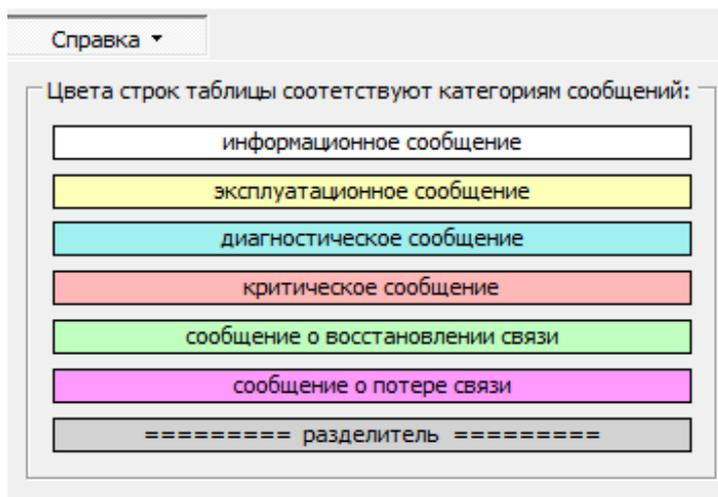

Рисунок 7.40 – Окно справки по используемым в журнале ЭССО-М цветам сообщений
– журнал ЭССО-М имеет свои цвета окраски сообщений, указанные в поле «Справка» (рисунок 7.40). Данное поле раскрывается при нажатии на кнопку «Справка ▼», располагающуюся в верхней части журнала ЭССО-М (рисунок 7.38).